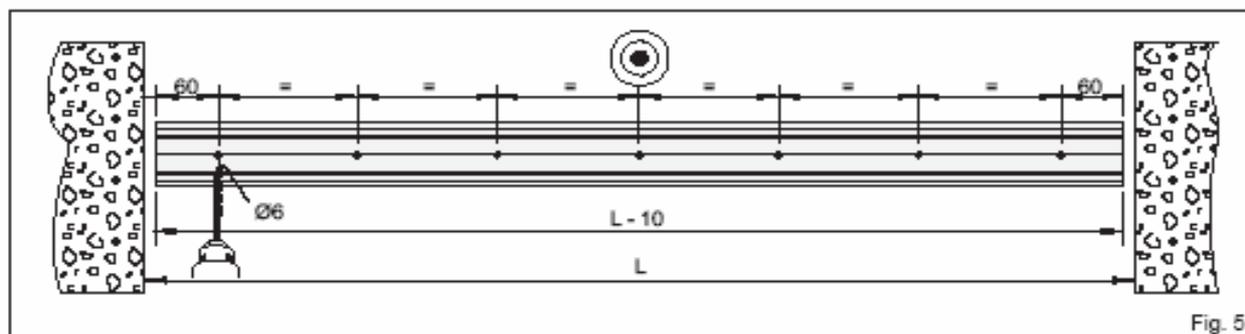

Fig. 5
- Couper le profil [5] de manière à correspondre à la dimension L-10 et percer en suivant les indications de la fig. 5.